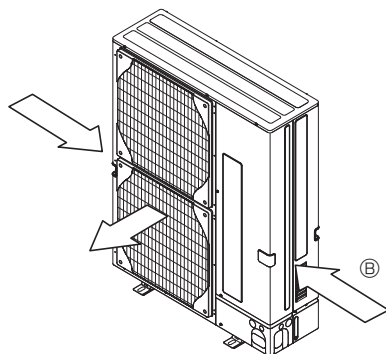

Fig. 2-5
- ③ Se possibile, posizionare l'unità in modo che la bocca di uscita soffi perpendicolarmente alla direzione del vento stagionale. (Fig. 2-5)